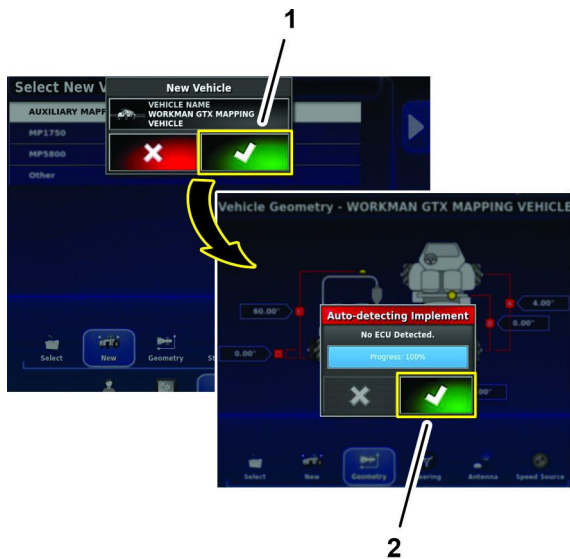

Рисунок 187
7. В диалоговом окне новой машины нажмите на значок подтверждения (Рисунок 187).